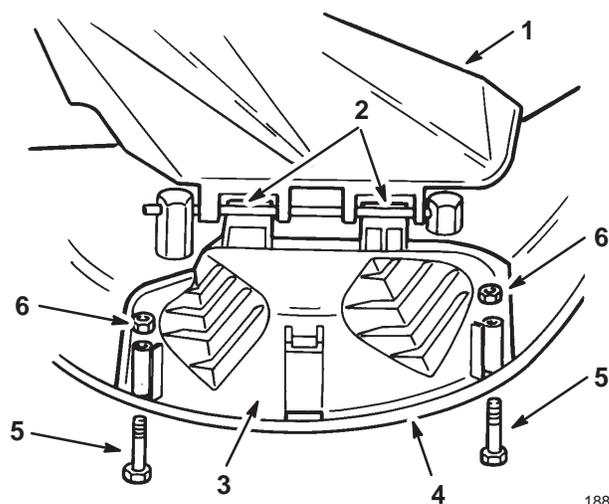

Figure 15
2. Soulevez le déflecteur d'herbe et glissez les pattes d'accrochage de l'obturateur d'éjection sous l'axe de pivotement du déflecteur d'herbe. Abaissez l'obturateur d'éjection jusque sur le bord inférieur du carter de tondeuse pour fermer l'ouverture (Fig. 15).
3. Fixez l'obturateur d'éjection au bord inférieur du carter de tondeuse à l'aide des boulons et des écrous (Fig. 15).